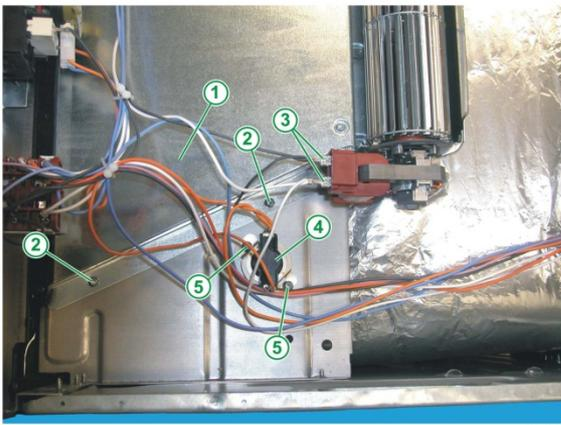

Fig. 17
18. Fixer le thermostat de sécurité avec les deux vis prévues à cet effet (voir Fig 17).
19. Rebrancher les raccordements électriques du ventilateur motorisé (voir Fig. 17).